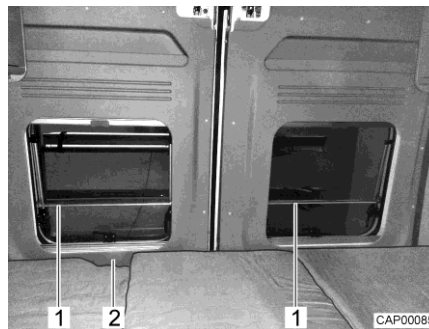

Fig. 45 Protección contra caídas (cama trasera longitudinal)
- ▷ Las ventanas de las puertas traseras están equipadas con una protección contra caídas (Fig. 45,1). La puerta trasera se puede abrir desde el interior a través del orificio (Fig. 45,2).